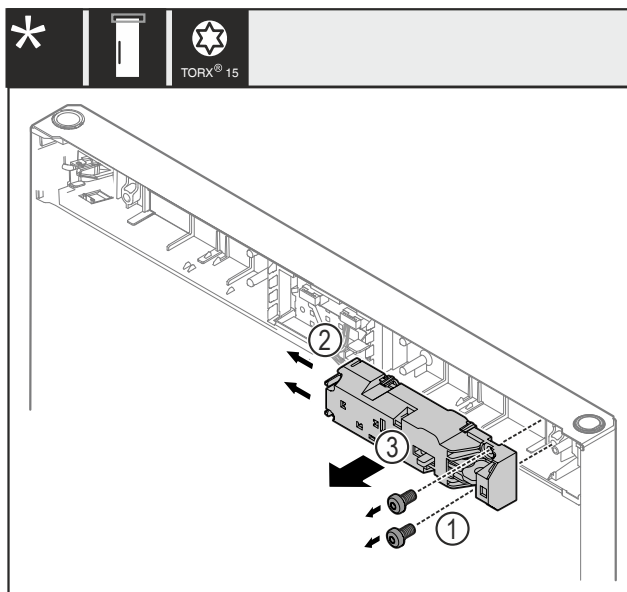

Fig. 24
- Izņemiet skrūves Fig. 24 (1).
- Spiediet fiksācijas izciļņus Fig. 24 (2) uz sāniem un noņemiet attālināti vadāmo slēdzeni Fig. 24 (3).